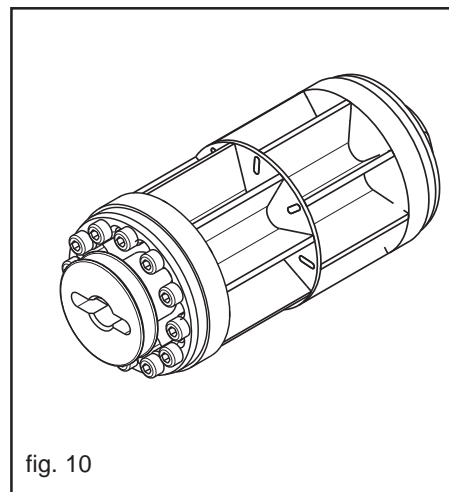

fig. 10
**RODILLO DOSIFICADOR (Fig. 10)**